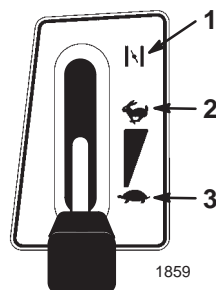

Figure 8
4. Placez la manette d'accélérateur en position de Starter (Fig. 8).
6. Lorsque le moteur a démarré, amenez progressivement la manette d'accélérateur en position Régime maximum (Fig. 8). Si le moteur cale ou hésite, ramenez la manette d'accélérateur en position de Starter pendant quelques secondes. Mettez ensuite la manette en position Régime maximum. Répétez l'opération si nécessaire.
1. Placez la manette d'accélérateur en position Régime maximum (Fig. 8).